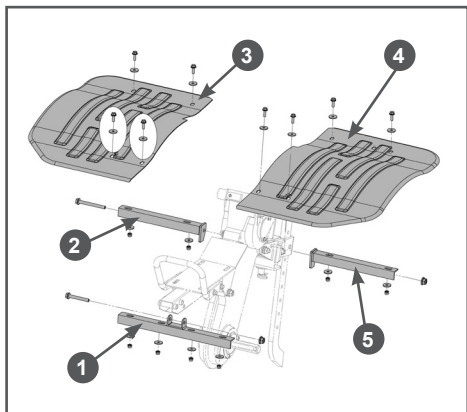

**Рис. 11 Установка сошника**
3. Установите в кронштейн 1 рамы моторного блока кронштейн 2 сошника (Рис. 11). Совместите отверстия в кронштейнах рамы и сошника и вставьте пальцы 3. Зафиксируйте пальцы 3 шплинтами 6 (Рис. 11).
- Установите сошник 4 в кронштейн 2 сошника (Рис. 11). Вставьте сошник между пластинами кронштейна, совместите нужное отверстие в сошнике с отверстием в кронштейне и вставьте палец 5 крепления сошника (Рис. 11). Зафиксируйте палец шплинтом 6 (Рис. 11).